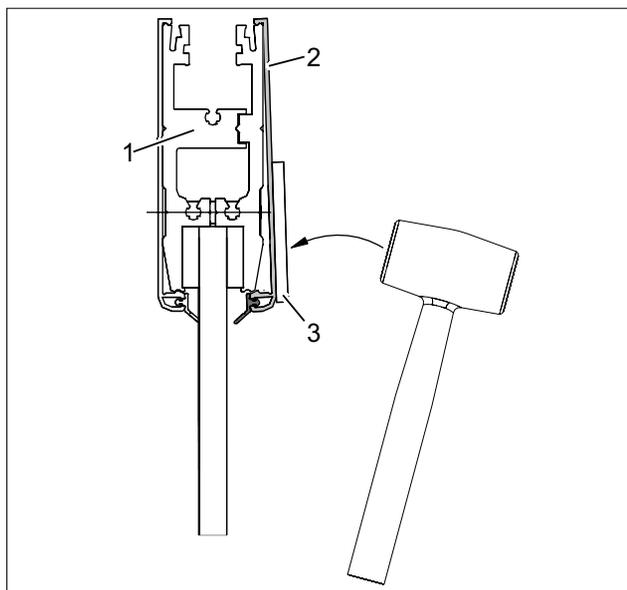

Abb. 43 Abdeckprofile aufklipsen
2. Abdeckprofil (Abb. 43/2) mit der Unterkante an die obere Türschiene (Abb. 43/1) ansetzen und mit einem Hammer aufklipsen. Mit dem Hammer nicht direkt auf das Abdeckprofil (Abb. 43/2) schlagen, sondern eine Zwischenlage (Abb. 43/3) benutzen.